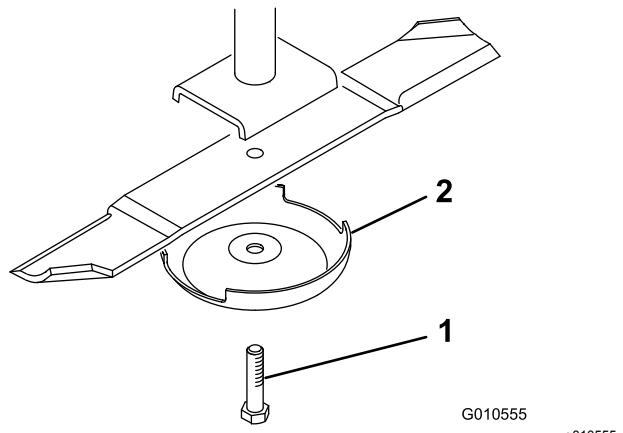

Bild 27
2. Halten Sie das Ende des Messers mit einem stark wattierten Handschuh oder wickeln Sie einen Lappen um es herum. Entfernen Sie die Messerschraube, die Antiskalpiercuppe und das Messer von der Spindelwelle (Bild 27).